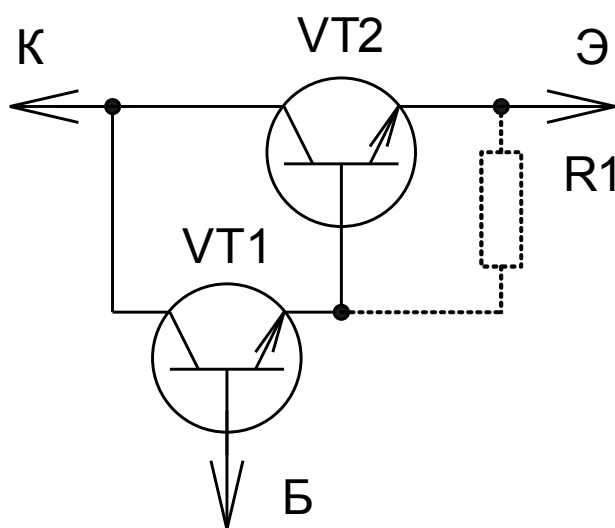

Рис. 2. Принципиальная схема составного транзистора Дарлингтона.
3. При большом токе через нагрузку можно применить составной транзистор (смотрите рис. 2), который может быть собран по схеме Дарлингтона. Общий коэффициент усиления составного транзистора равен произведению коэффициентов усиления входящих в его состав отдельных транзисторов [6, с. 43]. То есть если один транзистор имеет $h_{21э} = 80$, а другой $h_{21э} = 30$, то общий $h_{21э} = 2400$. Общий $h_{21э}$ и вносим в исходные данные программы. Применение составного транзистора увеличивает коэффициент сглаживания пульсации [1, с. 75]. У составного транзистора ток базы меньше, что также позволяет увеличить сопротивление резистора и уменьшить ёмкость конденсаторов в цепи базы.